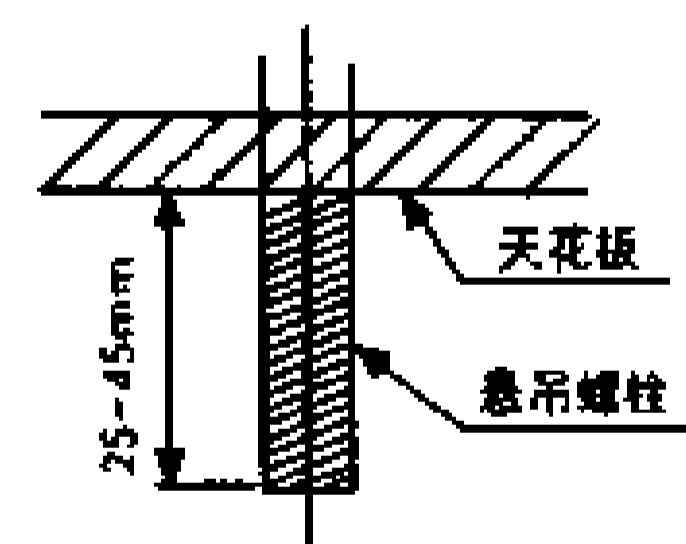

图 6-2-5
备注：(1) 在悬吊托架面向内的情况下，悬吊螺栓的长度如图 6-2-5 所示。螺栓端部将进入室外内机顶部的塑料盖。